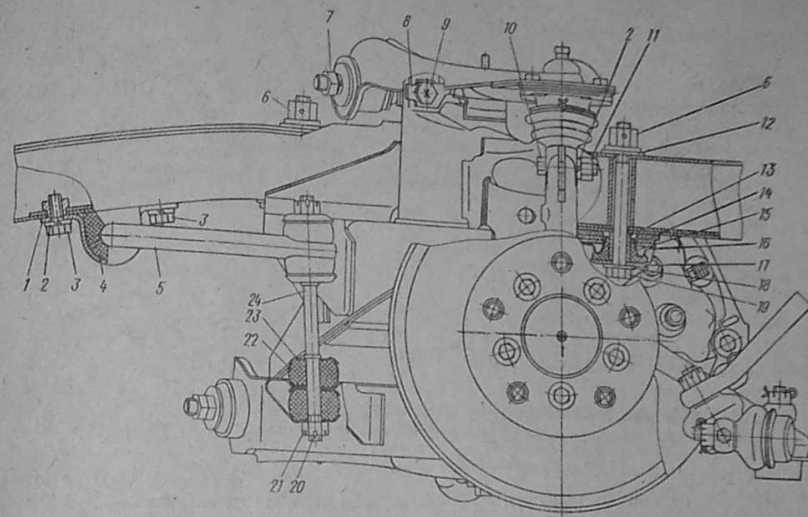

Рис. 106. Установка передней подвески на лонжеронах рамы:
6. Отвернуть гайки 11 (рис. 106) на стяжных болтах крепления пальца шарового шарнира к стойке, вынуть болт 10 и выбить хвостовик пальца шарнира из стойки правого и левого колес.
1. Болт 19 (см. рис. 106) крепления подвески, подсобранный с шайбой 18, чашкой 17, резиновой втулкой 15, распорной металлической втулкой 13 и съемной обоймой 16 с круглым фланцем, следует установить
5. Соединить стойку 24 стабилизатора (см. рис. 106) с кронштейном на нижнем рычаге. Гайку 21 следует навинчивать на резьбовой стержень до момента совмещения отверстия в стойке с прорезями гайки, после чего устанавливается шплинт 20.